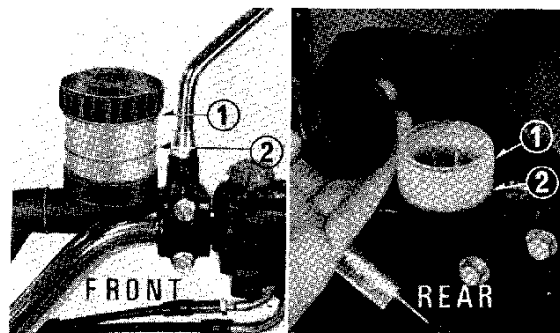

Abb. 2-36 (1) Obere Standmarke
1. Überprüfen, ob sich das Niveau der Bremsflüssigkeit zwischen der oberen und unteren Standmarke, gezeigt in Abb. 2-36, befindet.